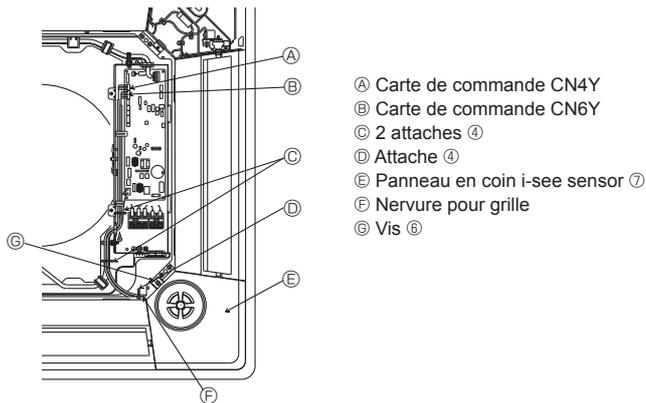

Fig. 6-10
- ① Tuyauterie d'eau de l'appareil principal
- ② Tuyau d'écoulement de l'appareil principal
- ③ Position du panneau en coin à la sortie d'usine (avec logo).
④ Position des leviers de la grille d'admission à la sortie d'usine.
⑤ i-see sensor (uniquement pour le panneau PLP-6BAE)
6.6. Installation du panneau en coin i-see sensor (Fig. 6-10)